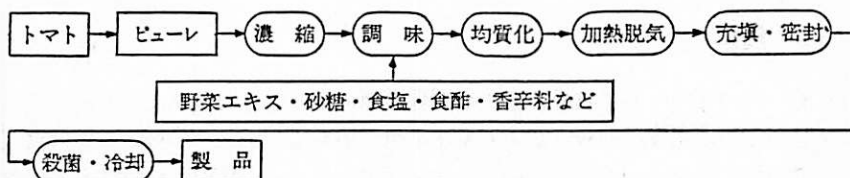

図2 トマトケチャップの製造工程1)
2) ケチャップ：ケチャップの原料となるトマトは、ピューレなどと同様、良質の濃赤色完熟トマトである。ケチャップの製造工程の概略を図2に示す。製造方法は、生トマトから連続的に加工されるフレッシュパック方式と、別工程で製造されたピューレあるいはペーストから加工されるリパック方式の2種類がある。いずれの場合にも、ピューレあるいはペーストをさらに濃縮し、タマネギ・ニンニク等の煮出汁、砂糖、食塩、各種香辛料および食酢などにより味付けが行われる。場合によっては、ペクチン、化学調味料等を添加することもある。味付